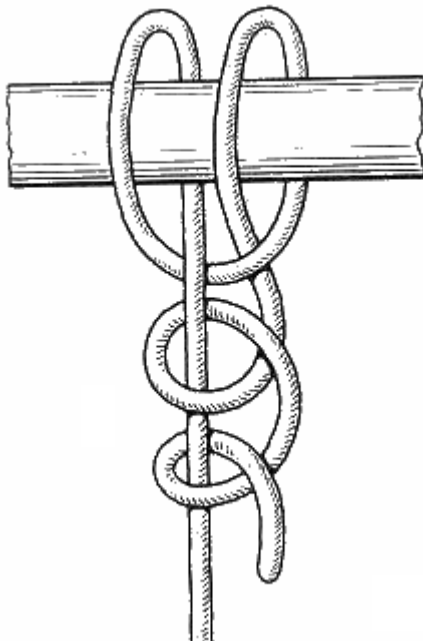

Рис. 17. Мачтовый штык
**Мачтовый штык** (рис. 17). Здесь оригинальная комбинация двух хороших узлов дает надежный и простой узел. Сначала вокруг предмета, к которому крепят трос, завязывают выбленочный узел (см. рис. 48) и на коренном конце троса делают обычный штык, который, как известно, тоже представляет собой видоизмененный выбленочный узел. Чтобы мачтовый штык не получился затягивающимся, первый узел до конца не затягивают.